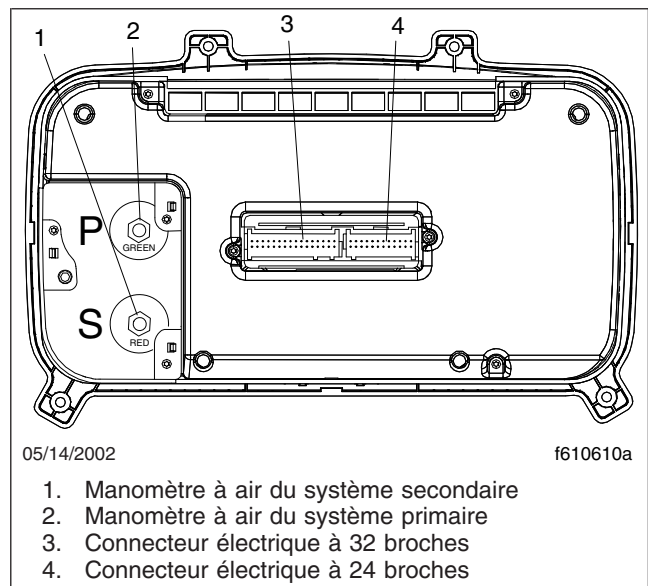

Fig. 3, ICU3S, vue arrière
- Débranchez les deux connecteurs électriques à l'arrière de l'ICU3S. Reportez-vous à la figure 3.